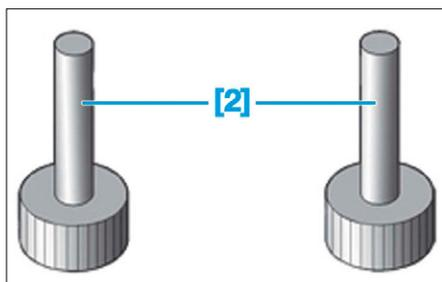

FIG. 57
- [2]. Obturateurs pour raccords encliquetables (réf : 1520-B et 5705-T) (Fig.57).